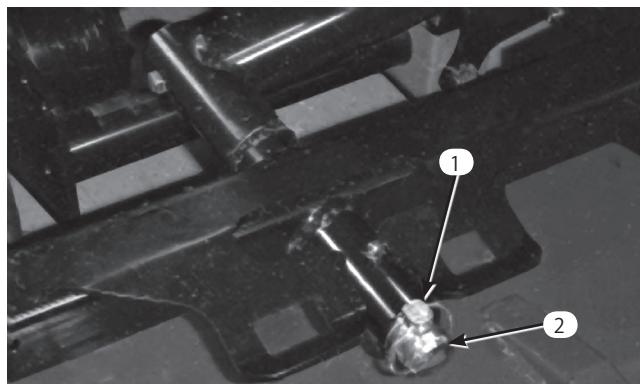

図10
3. デッキのキャリア・フレームを昇降アームのピボット・ピンに固定しているリング・ピンまたはリテーナ・ナット（GM4700の場合）を取る（図10）。
3. デッキのキャリア・フレームを昇降アームのピボット・ピンにセットする。リング・ピンまたはリテーナ・ナット（GM4700の場合）で固定する（図10）。